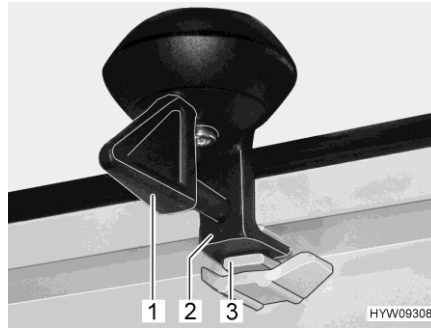

Fig. 71 Bloqueo (posición de ventilación)
- Girar la palanca (Fig. 71,1) un cuarto de vuelta. El bloqueo (Fig. 71,2) tiene que deslizarse al interior de la escotadura superior (Fig. 71,3).